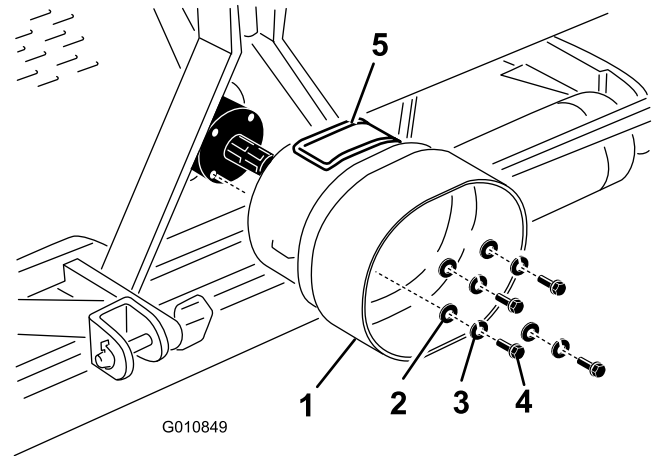

Figure 18
1. Retirez les 4 boulons, rondelles-freins et rondelles plates qui fixent l'arrière du réducteur de l'aérateur (Figure 18).
2. Montez la protection de la PDF sur le réducteur de l'aérateur avec les fixations retirées précédemment (Figure 18). Lors du montage de la protection de la PDF, veillez à positionner le panneau d'accès (Figure 18) en haut ou sur le côté de la configuration du bâti de l'aérateur.
Remarque: Le panneau d'accès (Figure 18) peut être ouvert pour faciliter le retrait et la remise en place des fixations de montage de l'arbre de PDF.